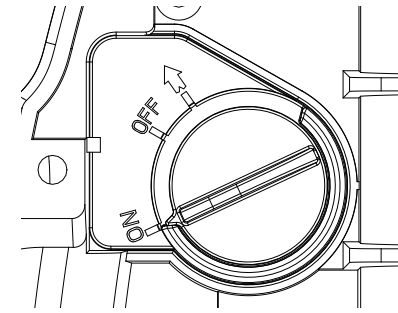

Рис. 7 Выключатель
1. Включить газонокосилку. Выключатель находится в нижней части газонокосилки (Рис.7)